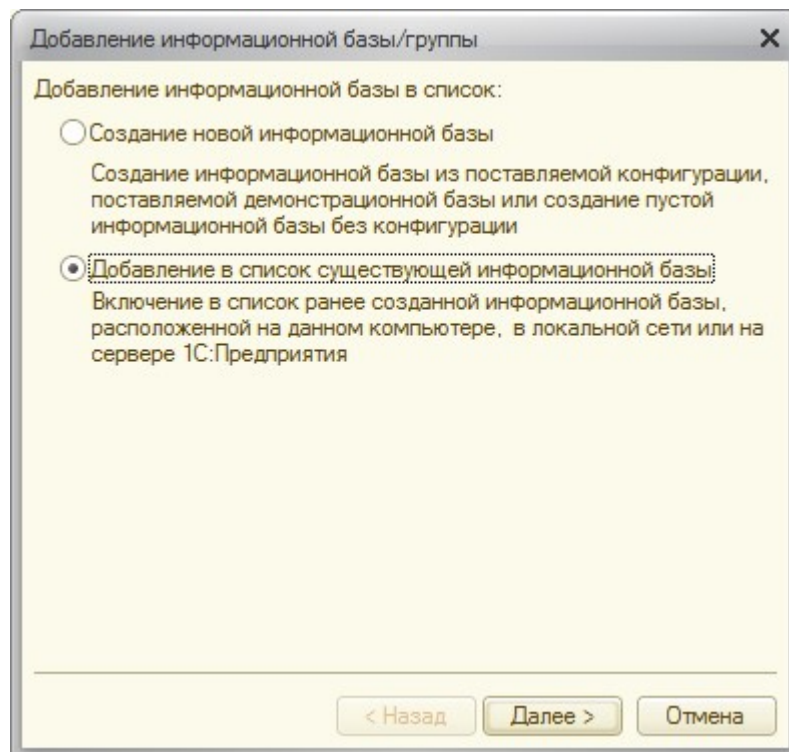

Рисунок 30 Добавление в список существующей информационной базы
- Затем укажите пункт **«Добавить в список существующей информационной базы»** (рис. 30).